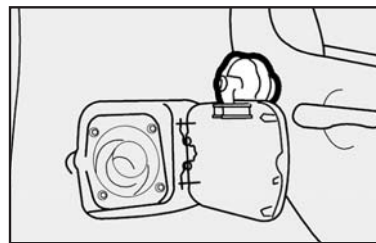

fig. 75
- após a retirada da tampa, encaixe-a no suporte existente na portinhola **fig. 75**.